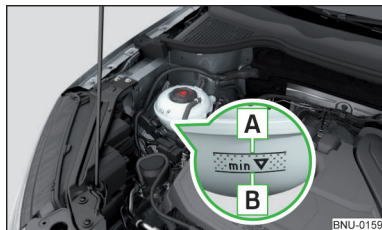

Fig. 309
**Verificar el estado del líquido refrigerante** - el líquido refrigerante tiene que estar entre las marcas **A** y **B** » **fig. 309.** Si el estado del líquido refrigerante está debajo de la marca **B**, rellenar el líquido refrigerante.
La **especificación** del líquido refrigerante se encuentra en el depósito de compensación del líquido refrigerante » **fig. 309.**
- No rellene el depósito de líquido refrigerante por encima de la marca **A** » **fig. 309.** El líquido refrigerante puede ser presionado por el calentamiento del sistema de refrigeración - Existe el peligro de un daño de las partes del vano motor.